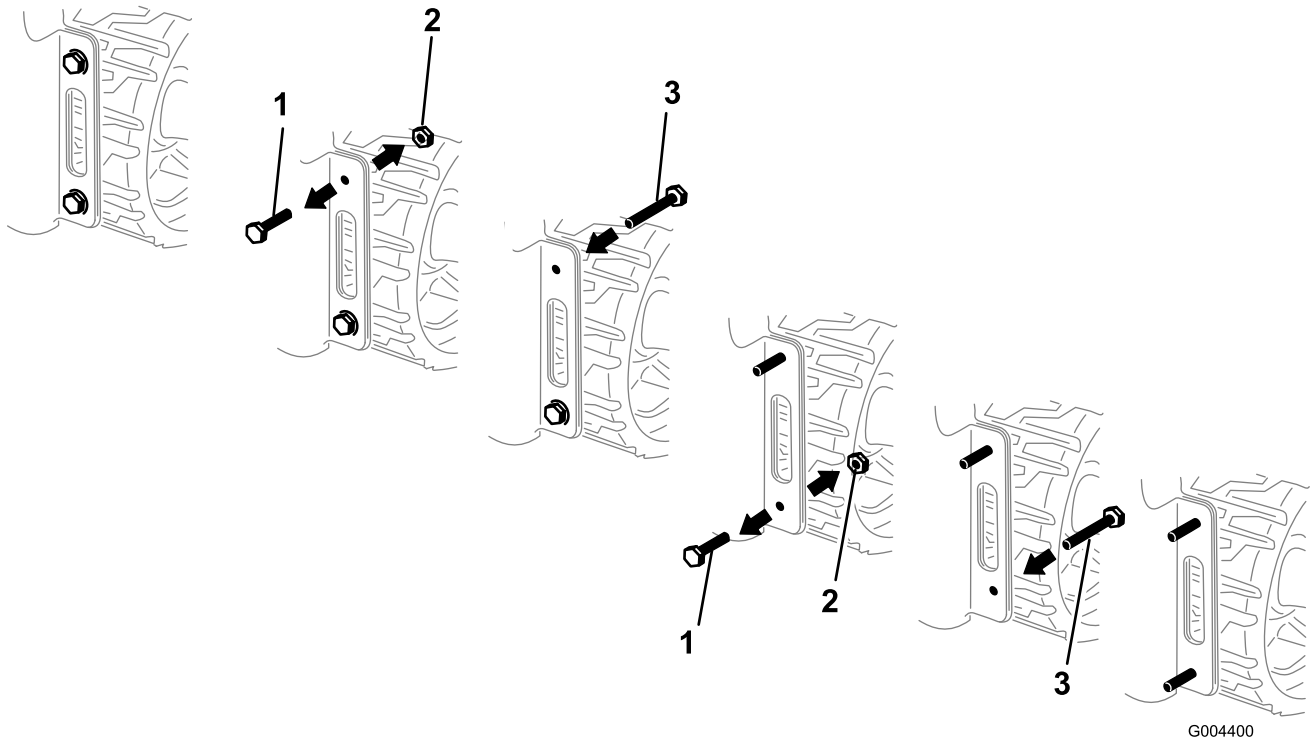

Bild 3
2. Nehmen Sie die vier Schrauben und Muttern, mit denen die Seiten der unteren Heckplatte am Rahmen befestigt sind, einzeln ab und ersetzen Sie sie durch eine neue Schraube (1/2 x 1-1/2 Zoll), die von vorne eingesetzt wird, um die Stellung zu erhalten, wenn der Druck von der Heckplatte genommen wird (Bild 3).
Hinweis: In Bild 3 wird eine Zugmaschine der Serie TX 500 gezeigt. Eine Zugmaschine der Serie TX 400 sieht etwas anders aus, ist jedoch ähnlich konfiguriert.